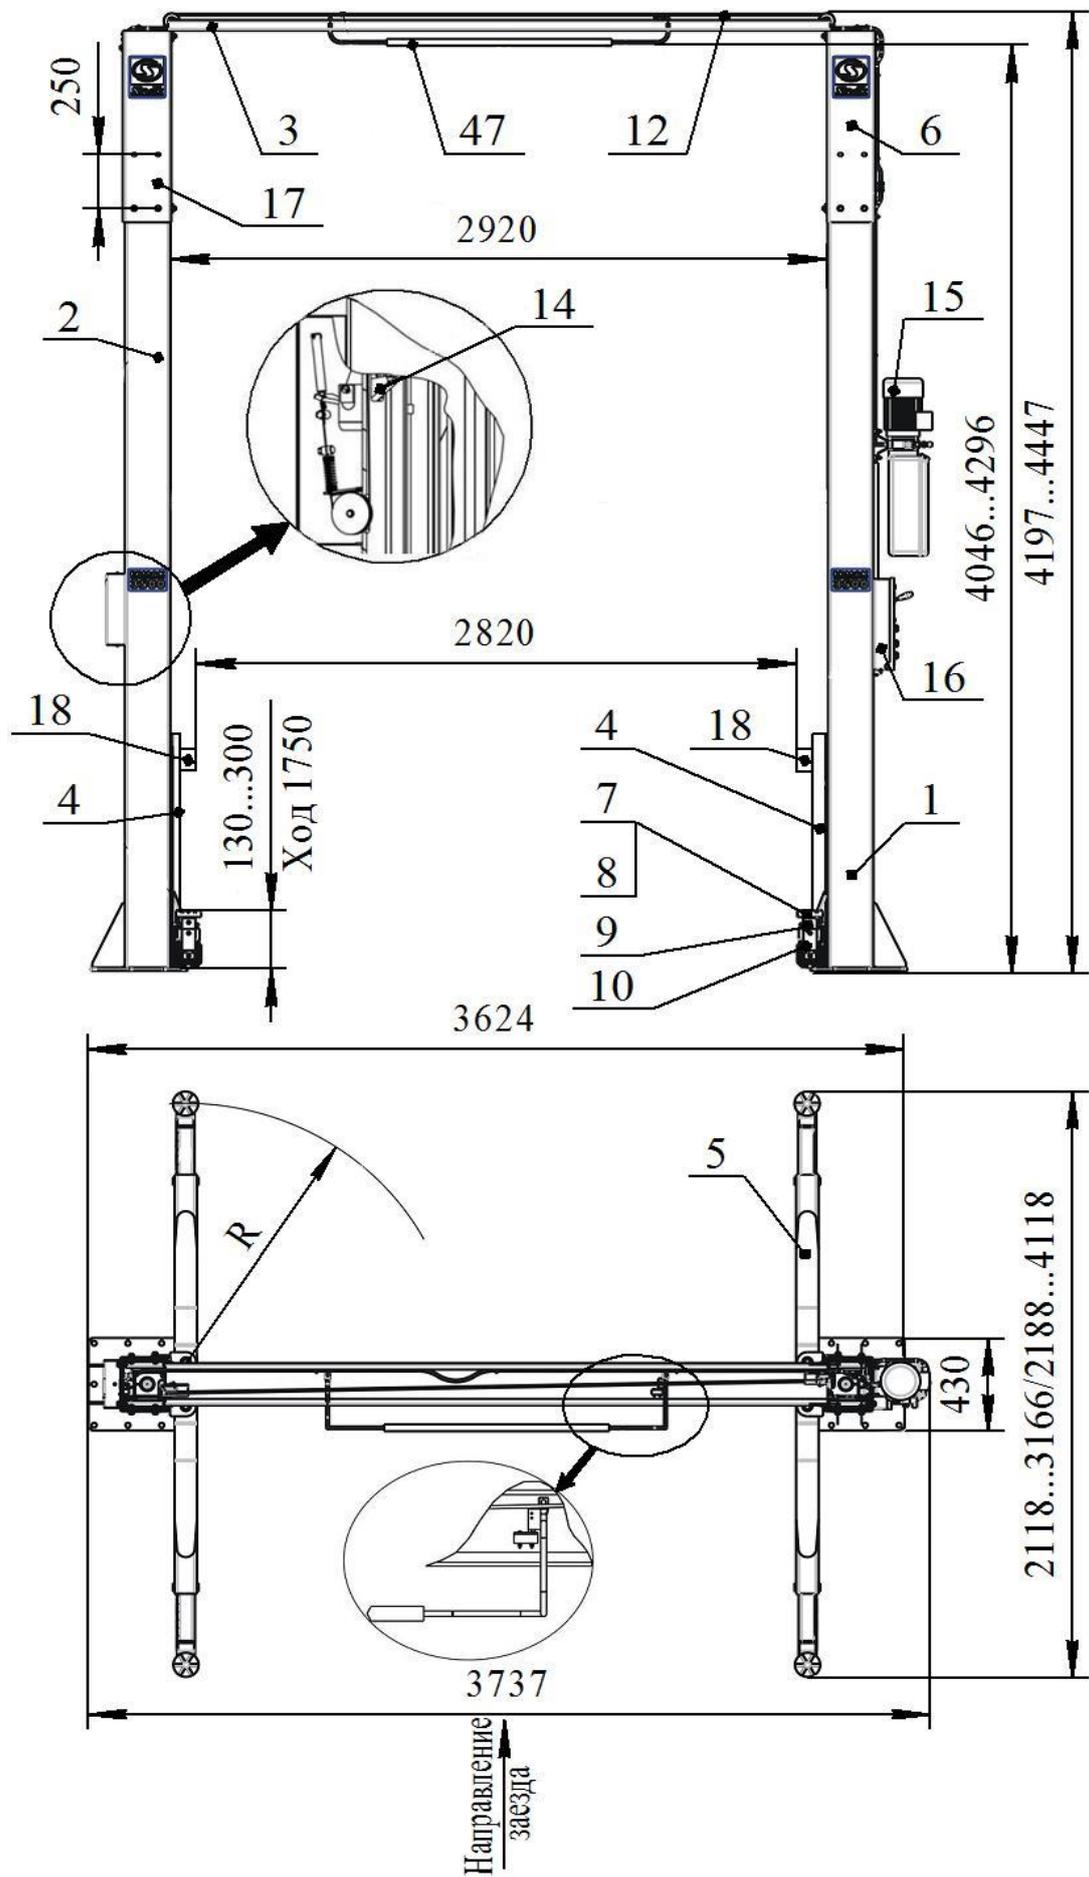
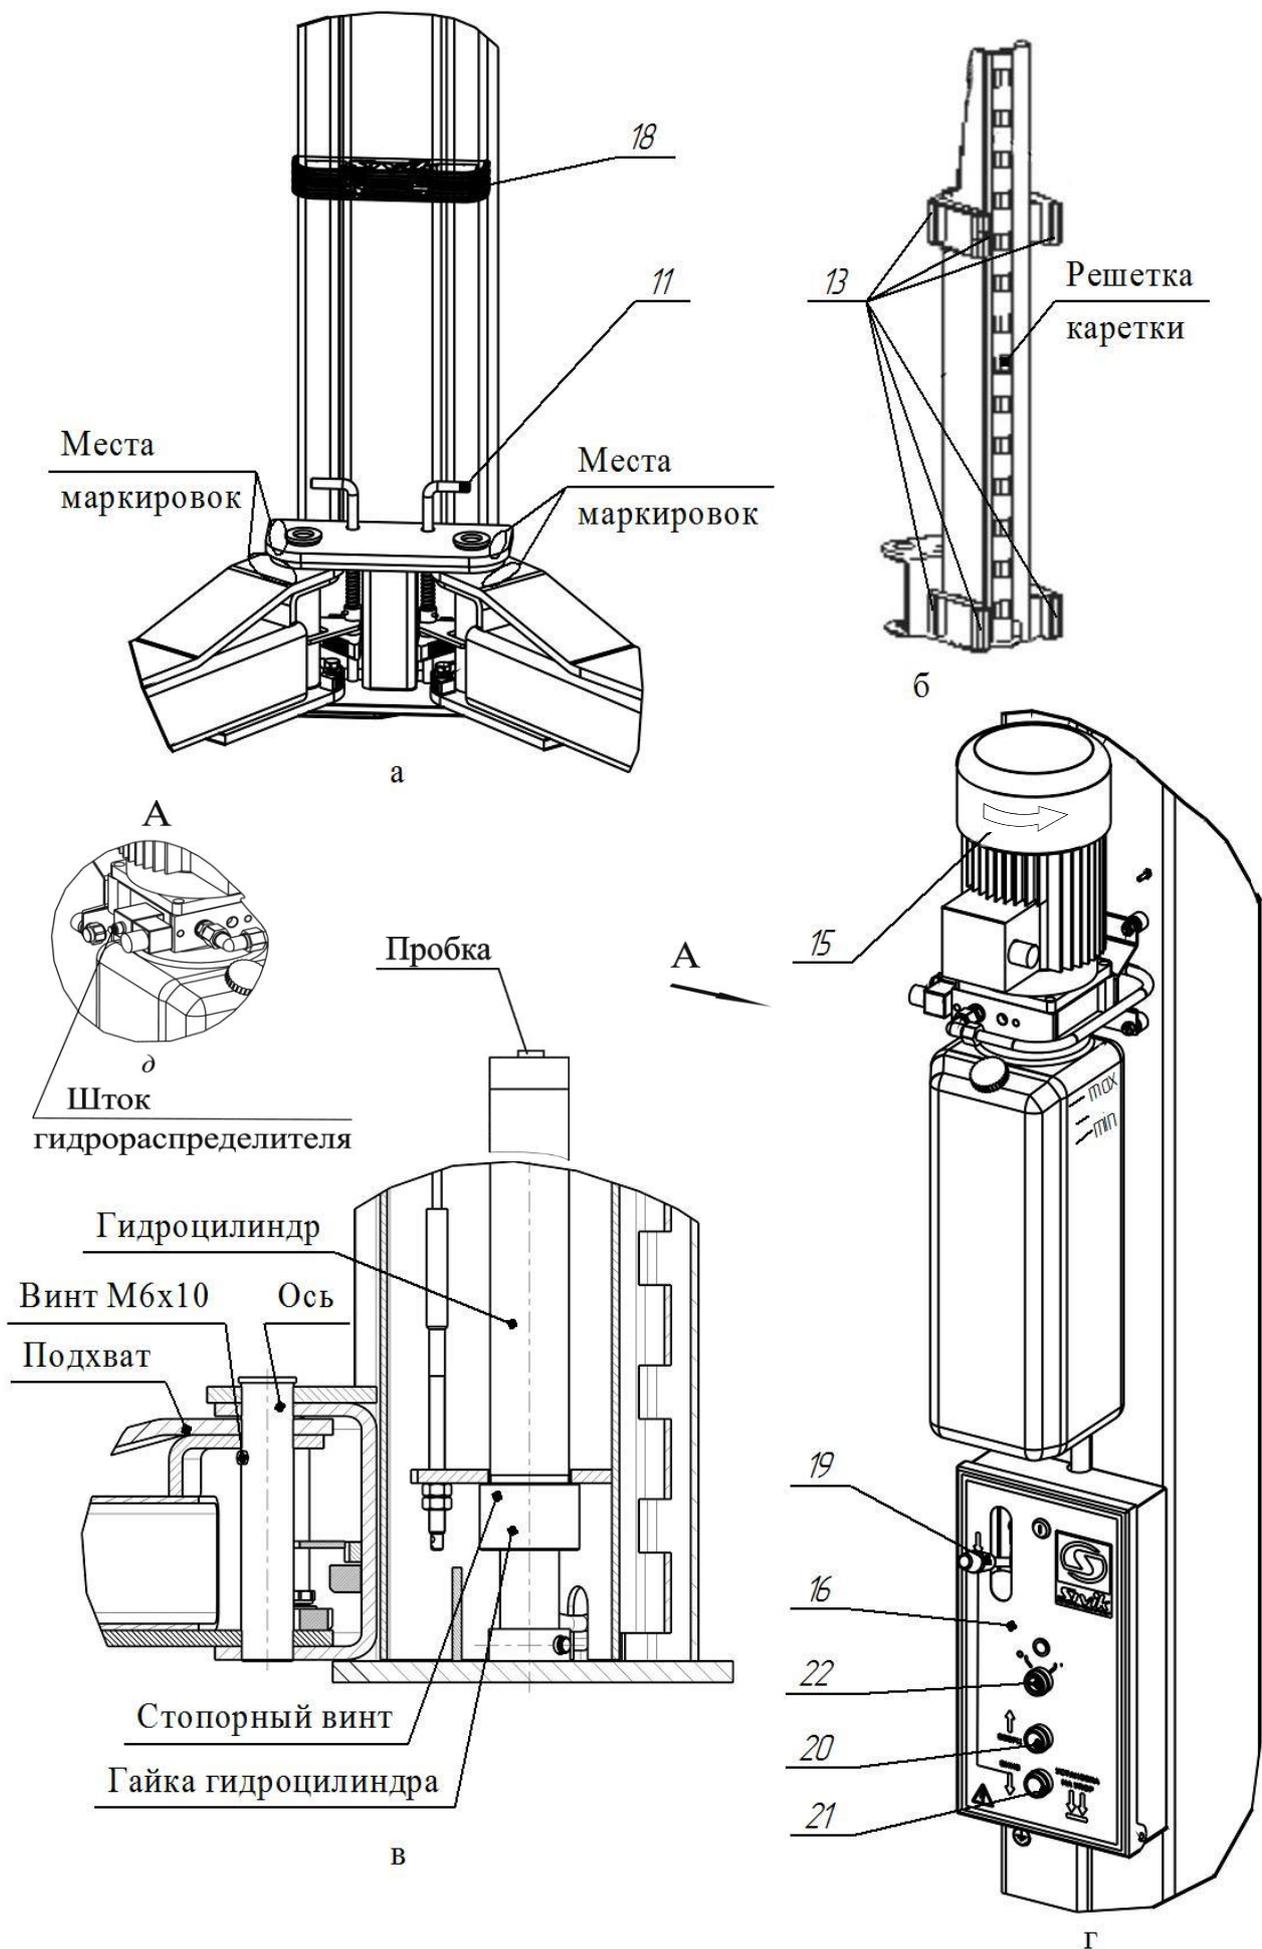

Рисунок 1 - Общий вид подъемника
Рисунок 2 – Виды подъемника
Подъемник (см. рисунок 1) состоит из двух стоек коробчатого сечения – правой 1 и левой 2, двух надставок 6 и 17 соединенных между собой поперек переключателем 3. Подъемник имеет возможность регулировки по высоте от 4197 мм до 4447 мм. Это достигается креплением надставок 6 и 17 на первый или второй ряд крепежных отверстий. В стойках размещены каретки 4 с закрепленными на них поворотными телескопическими подхватами 5 равной длины. На концах подхватов 5 установлены опоры 7, втулки резьбовые 8, втулки 9, 10, фиксируемые болтом М8х16. Подхваты фиксируются стопорными устройствами 11 (см. рисунок 2а), автоматически срабатывающими при подъеме автомобиля. При опускании кареток 4 в крайнее нижнее положение происходит автоматическое расстопорение подхватов 5. Каретки 4 приводятся в движение гидравлическими цилиндрами, установленными внутри стоек. Подъемник снабжен системой 12 тросовой синхронизации движения кареток 4.
Каждая каретка 4 (см. рисунок 2б) снабжена полиамидными ползунами 13, скользящими по беговым дорожкам стоек 1 и 2. Каретки фиксируются на требуемой высоте стопорами-защелками 14 (см. рисунок 1), закрепленными на стойках 1,2 и входящими в зацепление с решетками на каретках 4.
На правой стойке (см. рисунок 2г) размещена насосная станция 15 с пультом управления 16. Внутри насосной станции 15 находится клапан предохранительный, предотвращающий перегрузку в гидросистеме. Клапан предохранительный настроен на заданное давление и опломбирован.
- касании автомобилем ограничительной дуги 47 переключателя 3 (см. рисунок 1);
Для предотвращения повреждения дверей автомобиля (при открывании) на каретки 4 установлены накладки 18, фиксируемые винтами М8х30, шайбами 8Г и шайбами 8 (см. рисунок 1 и рисунок 2а).
Управление подъемником осуществляется рычагом 19 (см. рисунок 2г) и двумя кнопками 20 и 21, установленными в пульте управления 16. Рычагом 19 осуществляется расстопорение кареток 4, а кнопками 20 и 21, подъем (кнопка 20) и опускание (кнопка 21) кареток 4.
**ВНИМАНИЕ!** Перед сборкой проверить затяжку гаек гидроцилиндров и стопорных винтов (см. рисунок 2в).
Для того чтобы проверить срабатывание упругой тяги 31, необходимо одному человеку прижать рукой защелку 14 к стойке 2, а другому повернуть рычаг 19 (см. рисунок 2г) вниз. Упругая тяга 31 должна вытянуться на полный ход штока 30.
При повороте рычага 19 вниз (см. рисунок 2г), защелка на левой стойке должна отвестись, так же как отвелась защелка на правой стойке. При повороте рычага 19 вверх (рычаг 19 должен удерживаться в верхнем положении пружиной), защелки на левой и правой стойке должны вернуться в исходное положение. Регулировка проводится выборкой слабины тросика 23 и обжатием петли зажимом 29.
6.9 Открутить пробку бака насосной станции 15 и залить масло (около 12 л) до верхней метки «МАХ» (см. рисунок 2г). Уровень масла контролировать визуально. Установить пробку бака на место.
- кратковременным нажатием на кнопку 20 (двигатель должен работать, вращение крыльчатки по стрелке на кожухе эл. двигателя, а из бака должно убывать масло, см. рисунок 2г).
- отвернуть пробки у каждого гидроцилиндра на один оборот (см. рисунок 2в)
6.13 Подхваты 5 установить согласно маркировки как представлена на рисунке 2а и зафиксировать осями к кареткам 4 стоек (см. рисунок 2в). Оси фиксировать винтами М6х10. Допускается разновысотность подхватов до 10 мм. Убедитесь, что подхваты фиксируются стопорными устройствами 11.